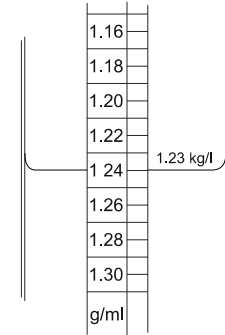

Bild 5-8. Messen des spezifischen Gewichts des Elektrolyts
- Lesen Sie wie in Bild 5-8. gezeigt den Wert ab.